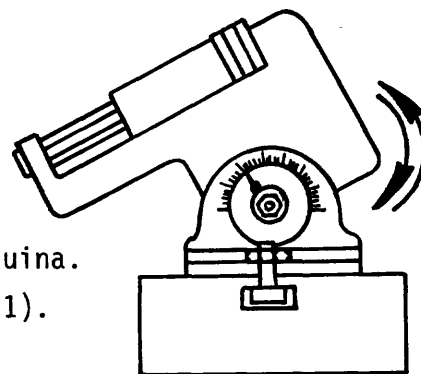

Fig. 1
- b Ubíquela en el ángulo indicado (fig. 1).